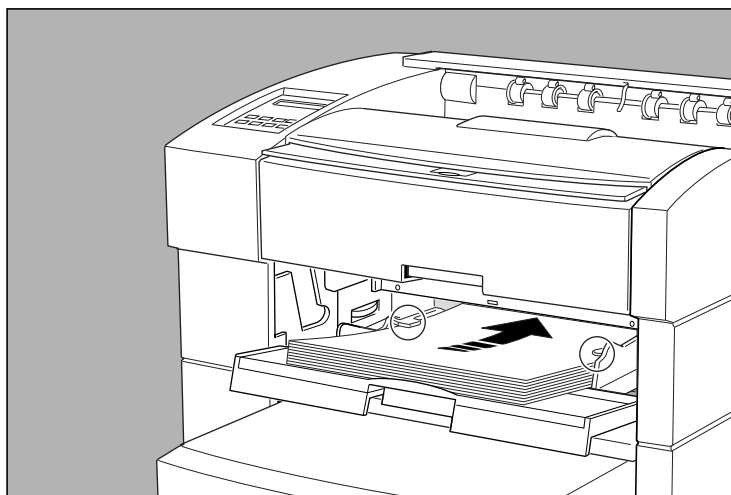

Fig. 2.24 Mettere la carta
3. Allineare i bordi della risma di carta e mettere la risma nel cassetto con il lato di stampa verso l'alto e il bordo di entrata verso la parte posteriore della stampante (fig. 2.24). Per determinare se mettere prima la parte corta o lunga del supporto vedere il capitolo 5, "Supporti".
Attenzione: Per evitare inceppamenti carta, assicurarsi che la risma si incastri sotto le clip di ritenuta della guida (fig. 2.24).